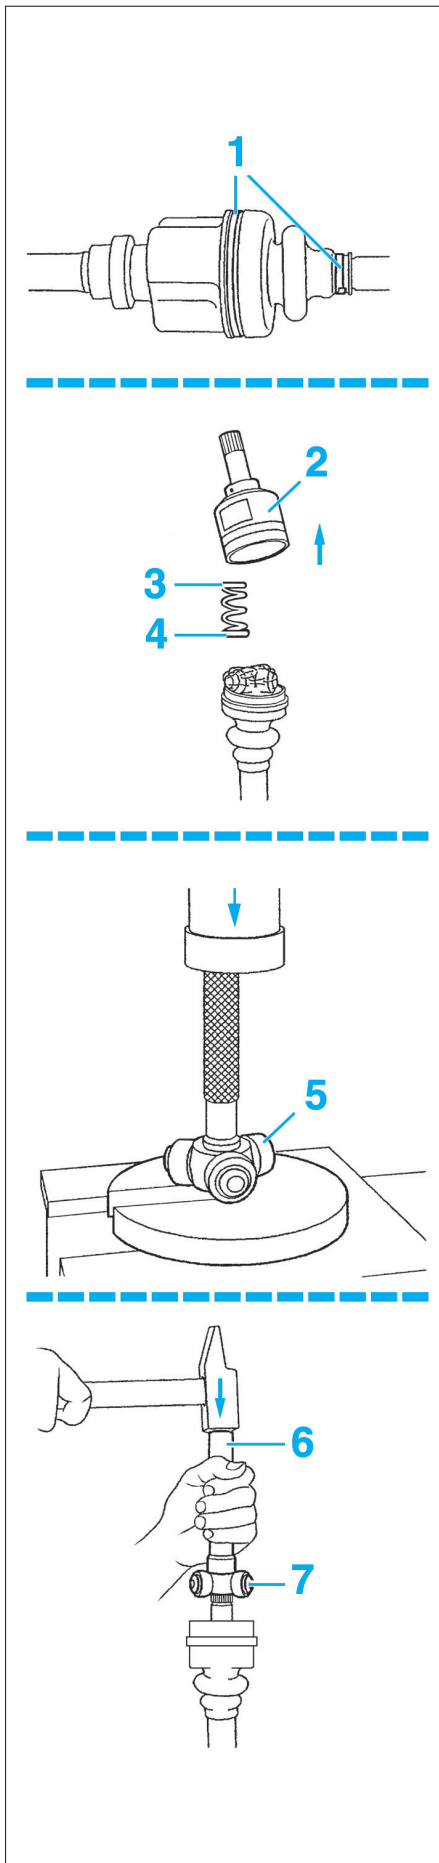

Fig. 6
- Desserrer ou scier les deux colliers (1) pour les déposer (Fig.6).
- À l'aide d'un marteau et d'un mandrin (6) (Fig.6) de diamètre approprié, mettre en place le tripode (7) sur l'arbre.
- Reposer le ressort (3) avec la coupelle (4) et la tulipe (2) sur la transmission.